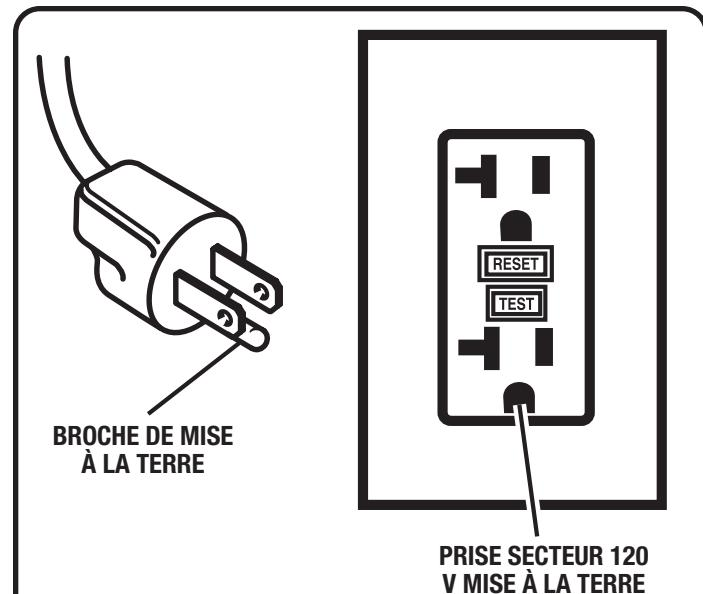

Fig. 1
*Voir la figure 1.*
Ce produit est pour l'usage sur un nominal 120 circuit de volt et a un fonder bouche similaire au bouchon illustré dans la *Figure 1*. Seulement connecter le produit à une sortie ayant la même configuration comme le bouchon. Ne pas utiliser un adaptateur avec ce produit.